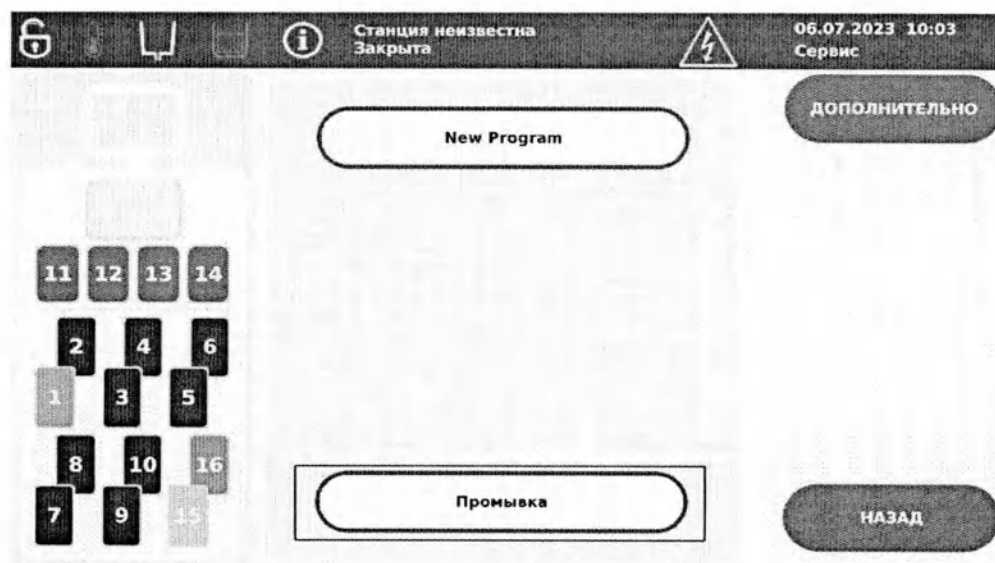

Рисунок 3.31 – Промывка реторты
- **Промывка** (Рисунок 3.31) выполняет очистку реторты и подающих трубок.